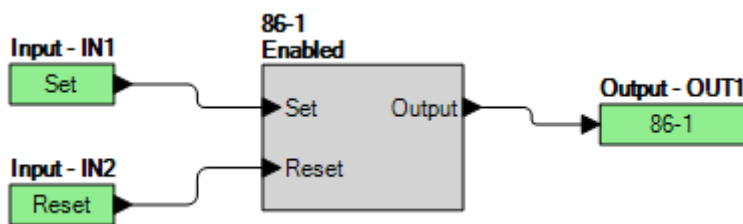

Figure 86-1. Paramètres BESTlogicPlus
Étape 2 : Utilisez BESTCOMSPlus pour configurer la Logique programmable BESTlogicPlus illustrée dans la Figure 86-1.